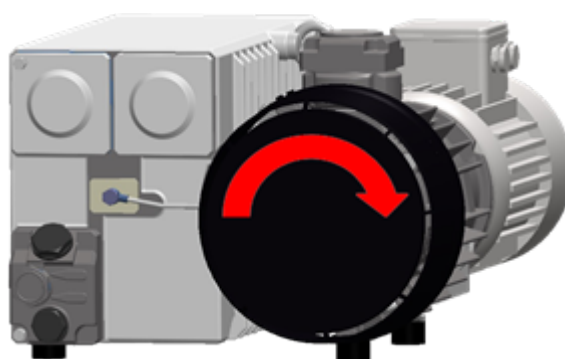

Figura 7: Dirección de rotación de la bomba de vacío
4. Compruebe que la dirección de rotación de la bomba del modelo de tres fases es correcta. Consulte *Figura 7: Dirección de rotación de la bomba de vacío* en la página 33.